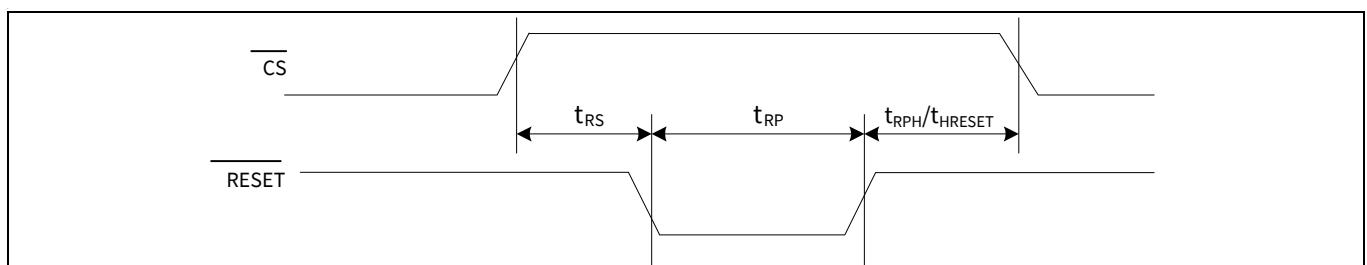
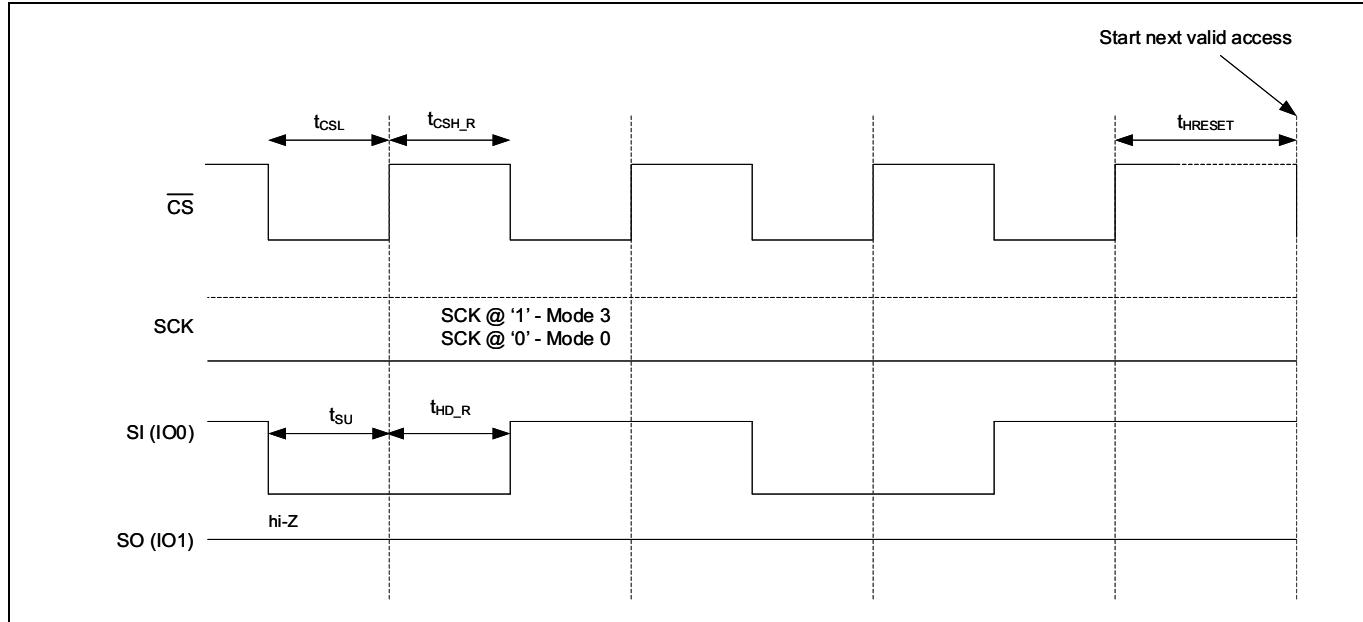

図 109 RESET タイミング – SPI モード ; QUAD セット (CR1[1] = 「1」) または QPI 有効 (CR2[6] = 「1」)
図 111 JEDEC SPI リセット
ハードウェアリセット入力 (RESET) は RESET / (I/O3) で多重化され、CY15x116QSN デバイスではアクティブ LOW 信号です。さまざまな SPI インターフェースでのハードウェアリセット (RESET) ピンのコンフィギュレーションは表 21 を参照してください。RESET ピンが LOW にされると、CY15x116QSN は自己初期化し、それ自体のコンフィギュレーションを電源投入時の状態に戻します。RESET サイクル後の異なるレジスタ コンフィギュレーションは表 58 を参照してください。RESET が発行されると、CY15x116QSN はリセットサイクルを完了するために RESET の立ち上りエッジから t_{RPH} / t_{HRESET} 時間かかります。 t_{RPH} 時間中は CY15x116QSN にアクセスできなくなります。図 109～図 111 は異なるリセットモードでの RESET タイミングを示します。
- RESET ピンは QPI モードで I/O3 に多重化されます。QPI モードでハードウェア (RESET) を使用する場合、CS が HIGH のときに RESET 入力として I/O3 を使用するには、CR2[5] ビットを「1」にセットする必要があります。図 109 に QPI モードでの RESET / (I/O3) のタイミングを示します。
タイミング詳細は図 111を参照してください。